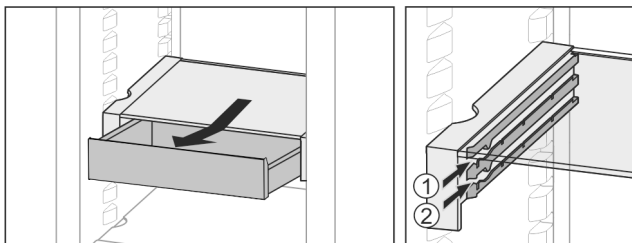

Fig. 25
- ▶ На любой высоте Fig. 25 (1) или Fig. 25 (2) вставьте.